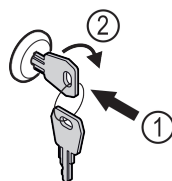

Fig. 159
- ▶ Włożyć kluczyk. Fig. 159 (1)
- ▶ Przekręcić kluczyk o 90° w prawo. Fig. 159 (2)